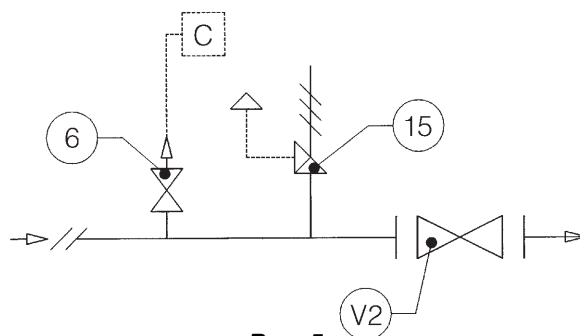

Рис. 5
3.1.1 УСТАНОВКА НЕПОСРЕДСТВЕННО НА ЛИНИИ (РИС. 5)